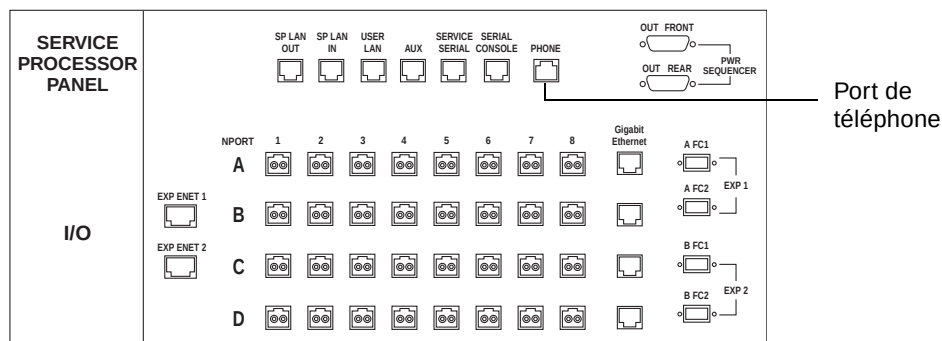

FIGURE 2-22 Connexion au service Remote Response
1. **Connectez une ligne téléphonique analogique dédiée, prenant en charge les appels entrants et sortants. Connectez la ligne téléphonique au port de téléphone situé sur le panneau de service du coffret de base (FIGURE 2-22).**